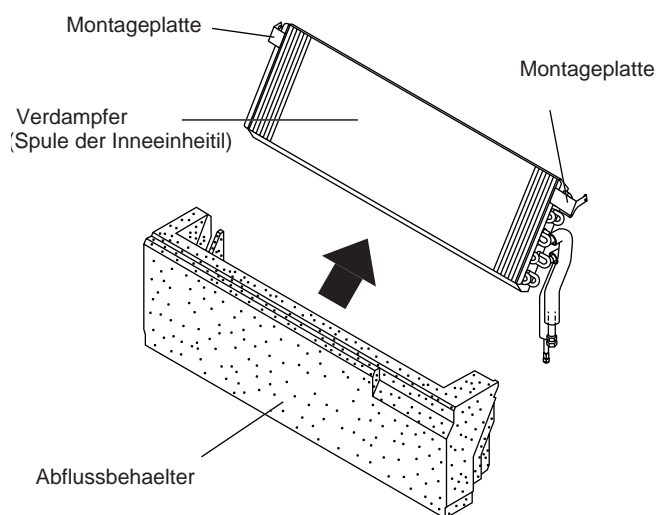

Abb.11
(8) Der Verdampfer kann ausgebaut werden, indem er in Pfeilrichtung aus dem Abflussbehälter geschoben wird. (Abb. 11)